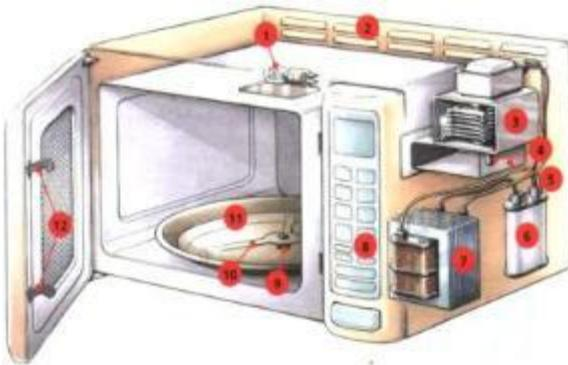

Рис. 8. Микроволновая печь
50. Какой узел элемента микроволновой печи представлен на рис. 8., обозначен цифрой 3.